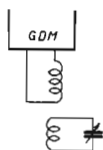

figura 15
**Antenne a mezza onda** - La misura va fatta accoppiando il GDM come in figura 15. Alle volte, trattandosi di dipolo aperto al centro, ho usato un link di due spire accoppiato lascamente al GDM e agganciato all'antenna per mezzo di due pinzette a coccodrillo. Non venivo a notare apprezzabile differenza.